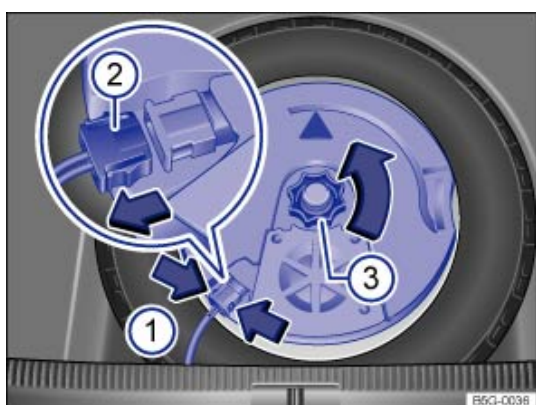

Fig. 235 Dans le coffre à bagages : dépose du caisson de graves.
- Pour déverrouiller la fiche → *Fig. 235* ②, comprimez les ergots de fixation → *Fig. 235* (flèches ①).
- Débranchez la fiche → *Fig. 235* ② puis posez le câble électrique débranché sur le côté.
- Dévissez la molette → *Fig. 235* ③ en la tournant dans le sens inverse des aiguilles d'une montre (flèche).
- Branchez la fiche → *Fig. 235* ② jusqu'à ce qu'elle s'encliquette de manière audible.
- Tournez la molette → *Fig. 235* ③ sur la goupille filetée dans le sens des aiguilles d'une montre jusqu'à ce que le caisson de graves soit correctement fixé.